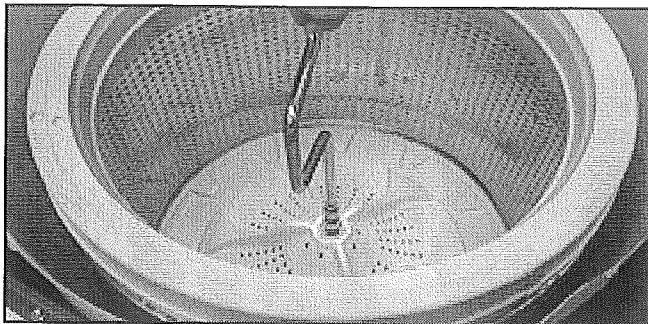

FIGURE 3
6. Dévisser l'écrou de 7/16". Soulever le panier et dégager l'ensemble avec le plateau de lavage/agitateur. Voir Figure 3.